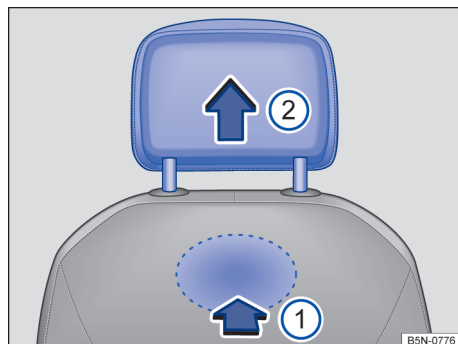

Fig. 92 Apoio para cabeça dianteiro: remover.
- Para destravar, tatear na cavidade parte de trás, na área marcada, e pressionar para dentro no sentido da seta → Fig. 92 .